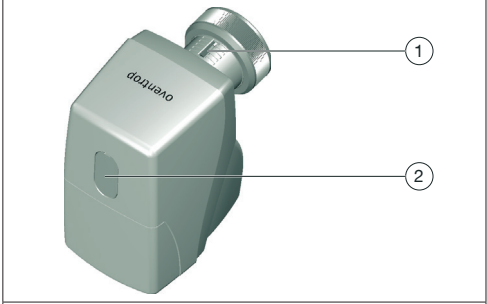
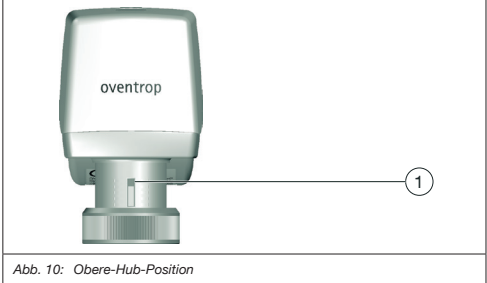

Abb. 9: Anzeige Hub-Position und Abdeckung Ventilspindel
Abb. 10: Obere-Hub-Position
|  | Wenn der DIP-Schalter 7 auf OFF eingestellt ist gilt folgendes Hubverhalten. (Ist der DIP-Schalter 7 auf ON eingestellt, ist das Hubverhalten invertiert!) <ul style="list-style-type: none"><li>- Der Stellantrieb fährt in die obere Hub-Position (siehe Position (1) in Abb. 10), wenn 24 V an Position/Kontakt (3) anliegen.</li><li>- Der Stellantrieb fährt in die untere Hub-position, wenn 24 V an Position/Kontakt (2) anliegen.</li></ul> |
3. Wenn sich der Stellantrieb nicht in der oberen Hub-Position befindet (siehe Position (1) in Abb. 10): Öffnen Sie die Abdeckung für die Handverstellung (Verstellspindel) (siehe Position 2 in Abb. 9) und bringen Sie den Stellantrieb mit einem Innensechskantschlüssel (Schlüsselweite 4 mm) in die obere Hubstellung.